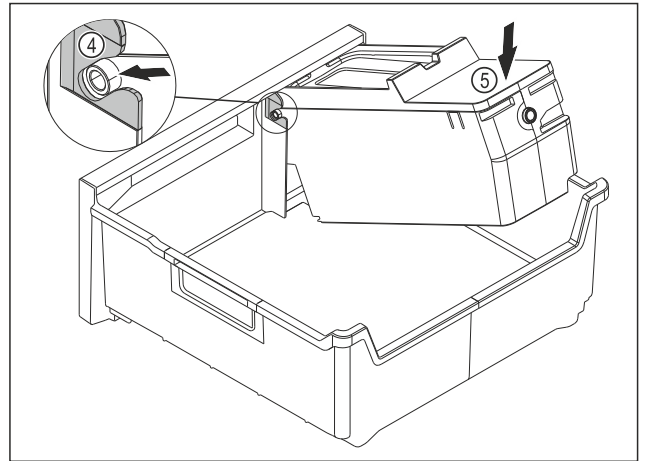

Fig. 145
- ▶ EasyTwist-Ice-corpus monteren: Assen van de EasyTwist-Ice-corpus in de geleidingen Fig. 145 (4) schuiven.
- ▶ EasyTwist-Ice-corpus Fig. 145 (5) achter omlaag drukken.